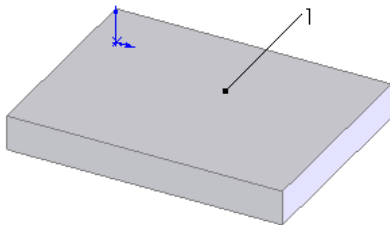

图 4-64 拉伸的图形
**06** 拉伸实体。在菜单栏中选择“插入”→“凸台/基体”→“拉伸”命令，将上一步绘制的草图拉伸为“深度”为 20mm 的实体，结果如图 4-64 所示。
**07** 设置基准面。选择图 4-64 所示的面 1，然后单击“标准视图”工具栏中的“正视图”图标，将该面作为绘制图形的基准面。